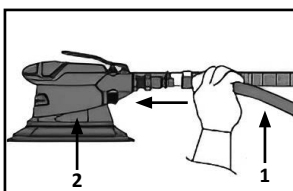

Fig. 3
- Setați presiunea de funcționare a compresorului la 6,3 bar (90 PSI) și atașați un capăt al furtunului de aer (1) la compresor și celălalt capăt al furtunului de aer la sculă (2). (Fig. 3)